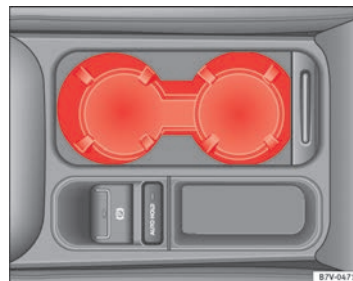

Fig. 116 Consola central delantera: portabebidas.
- Para *abrir*, desplazar la cubierta hacia atrás → fig. 116.